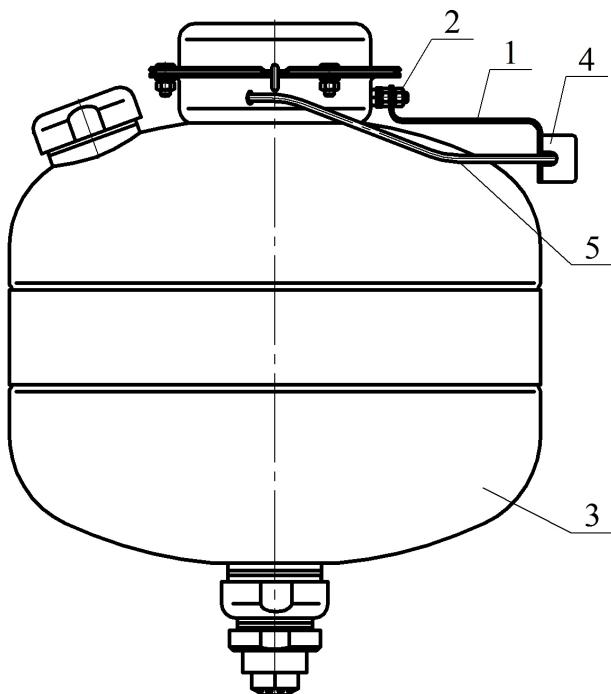

Рисунок 2
д) упаковка МУПТВ – 1 шт.ж) по заявке Потребителя (см. рисунок 2):
4.1.2 Для удобства монтажа по заявке Потребителя МУПТВ может быть дополнительно укомплектован коробкой монтажной огнестойкой КМ-О 4(к)-IP41-с кронштейном для монтажа ее на корпусе модуля (см. рисунок 2). В данном случае на кронштейне **1**, закрепленном гайкой **2** на фланце МУПТВ **3**, установлена коробка монтажная **4**. Выводы элемента электропускового **5** ИХГ, вставленные в трубку ПВХ, соединены с коробкой монтажной **4**. Соединение МУПТВ с пусковой цепью производится согласно утвержденному проекту.